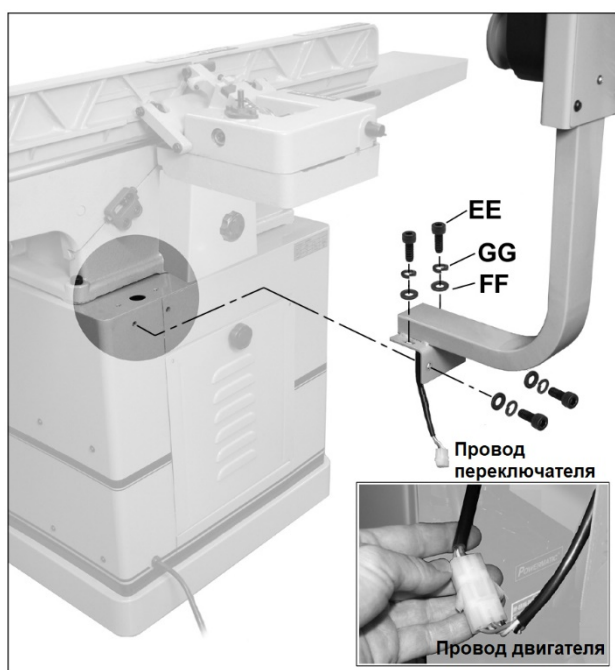

Рис. 10
См. Рис. 10.
2. Прикрутите консоль переключателя с помощью четырех винтов с внутренним шестигранником $5/16''-18 \times 3/4''$ (EE), четырех стопорных шайб $5/16''$ (GG) и четырех плоских шайб $5/16''$ (FF). Используйте 6 мм шестигранный ключ.
3. Откройте дверцу тумбы и соедините разъемы проводов переключателя и двигателя, как показано на выносном виде Рис. 10.